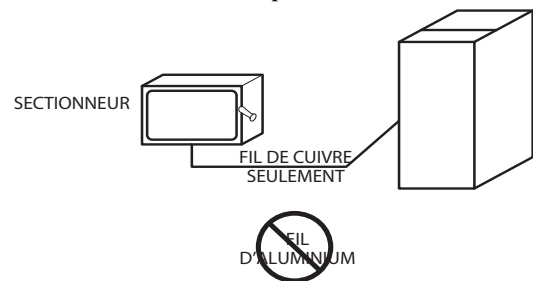

Fig. 34 – Coffret électrique externe fourni sur place sur le caisson de la chaudière
1. Percez deux (2) trous de 3 mm (1/8 po) dans les dépressions du caisson de la chaudière près de la découpe de 22 mm (7/8 po) sur le côté du caisson. Ne retirez pas la découpe du côté du caisson.
9. Raccordez les fils d'alimentation et neutres sur place aux fils d'alimentation électrique de la chaudière à l'intérieur du coffret électrique externe, comme illustré à la Fig. 34.